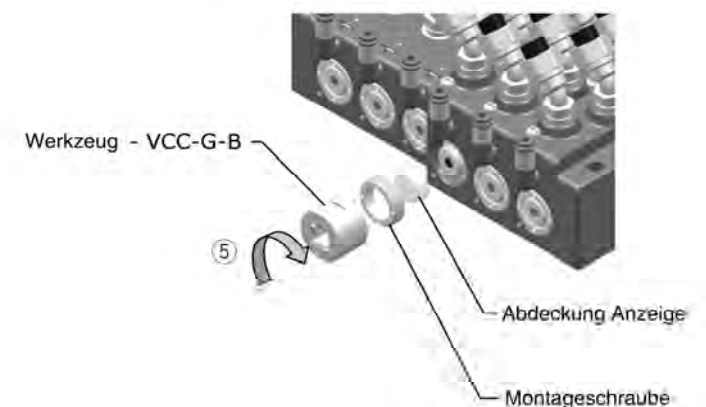

Abb. 7
- Sicherstellen, dass die Abdeckung der Anzeige montiert ist. Die Montieren Sie den Befestigungsring mit Hilfe des Werkzeugs VCC-G-B ⑤ montieren. Siehe Abb. 7.